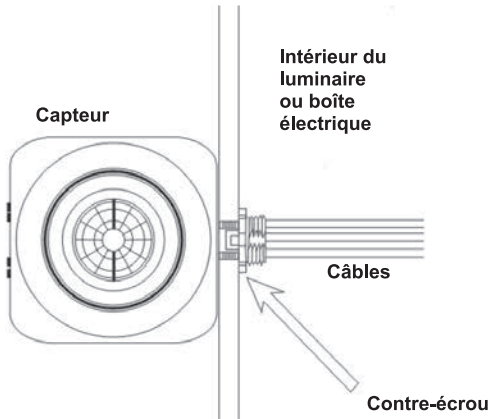

Fig. 3A
2. Faites glisser le contre-écrou sur le fils et tourne dans le sens horaire sur le raccord fileté pour fixer le capteur fermement en place en veillant à la lentille est orientée vers la zone à surveiller (champ de vision). (Voir figure 3A).